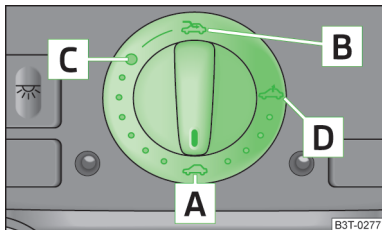

Abb. 28
- Wurde die Batterie abgeklemmt und wieder angeklemmt, kann es passieren, dass das Schiebe-/Ausstelldach außer Funktion ist. In diesem Fall ist der Drehschalter in die Schalterstellung **A** » Abb. 28 auf Seite 45 zu bringen und etwa 10 Sekunden lang vorn zu drücken.
› Den Schalter in Stellung **C** » Abb. 28 drehen.
Das Schiebe-/Ausstelldach ist mit einer Kraftbegrenzung ausgestattet. Wenn ein Hindernis (z. B. Eis) das Schließen verhindert, stoppt das Schiebe-/Ausstelldach und öffnet vollständig. Das Schiebe-/Ausstelldach kann ohne Kraftbegrenzung vollständig geschlossen werden, wenn der Schalter in Stellung **A** » Abb. 28 vorn so lange gedrückt wird, bis das Schiebe-/Ausstelldach vollständig geschlossen ist » **!**